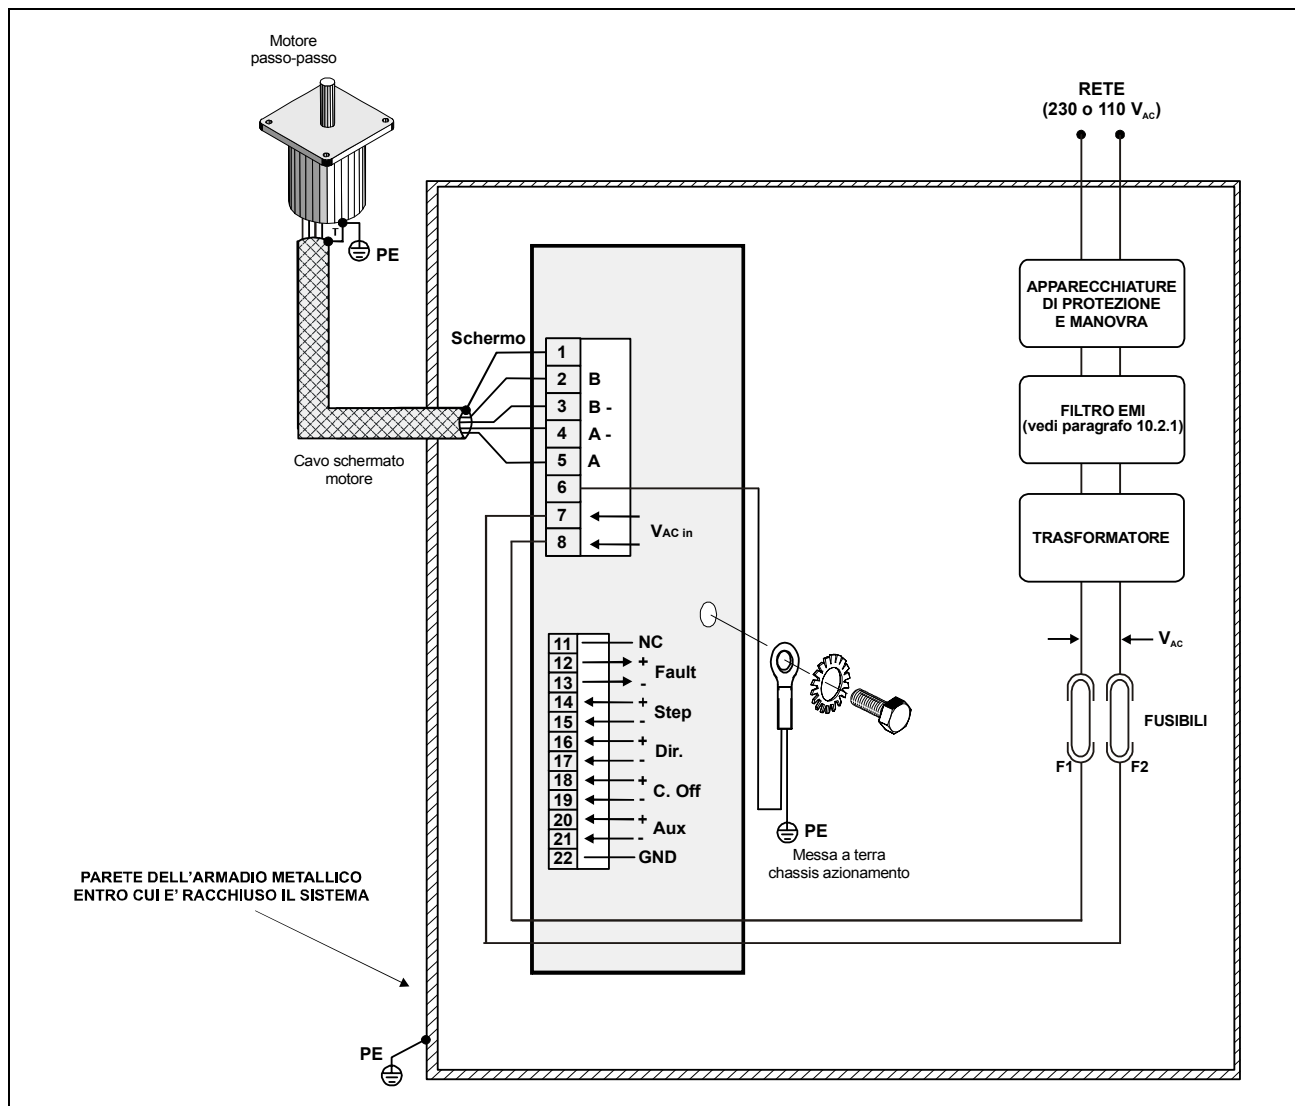

Fig. 6 – Schema di cablaggio.
- 7.4- **I fusibili per la protezione di ramo F1 e F2 (vedi Fig. 6) devono essere da 10 Ampere, almeno 250 Volt con un valore di I^2t compreso tra $150 A^2 s$ e $400 A^2 s$ (ad esempio Cooper Bussman KTK-R-10 oppure Littelfuse 215010.P).**